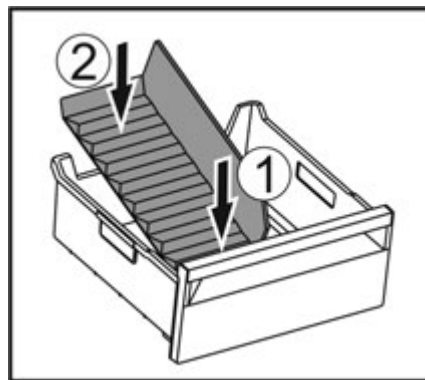

Fig. 127
- Вставити передню частину перегородки відділення для льоду. Fig. 127 (1)
- Опустити задню частину перегородки відділення до дна ящика для кубиків льоду. Fig. 127 (2)